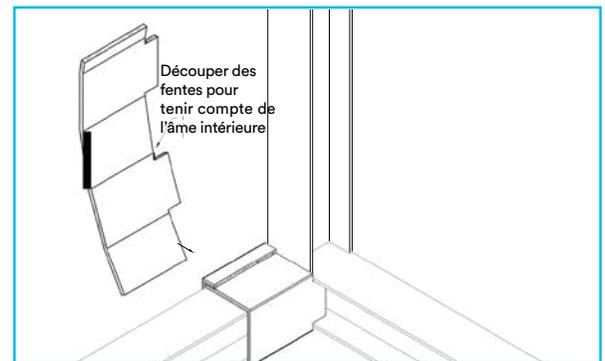

Figure 1
- 1 Commencer à installer l'enveloppe endothermique de la poutre horizontale qui se termine à l'aile (*Figure 1*). Faire des entailles et des fentes dans l'enveloppe endothermique et l'installer à l'intérieur et autour du périmètre de la poutre. S'assurer que les languettes plus longues de l'enveloppe endothermique sont étroitement aboutées à l'âme de la poutre horizontale adjacente. Fixer l'enveloppe endothermique de façon sécuritaire avec du Ruban-filaments 898 3M^{MC}. Le ruban-filaments est réservé à une utilisation temporaire et, par conséquent, la quantité de ruban et l'espacement à utiliser sont à la discrétion de l'installateur.